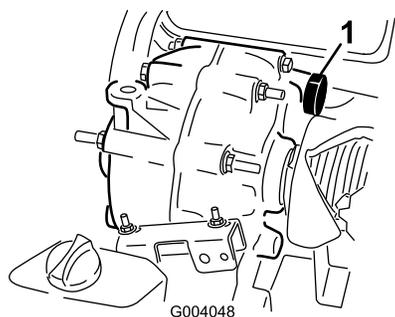

Bild 57
7. Füllen Sie den Behälter (Bild 57) über das Füllschraubenloch mit ca. 1,4 l Öl der angegebenen Ölsorte oder bis der Ölstand im